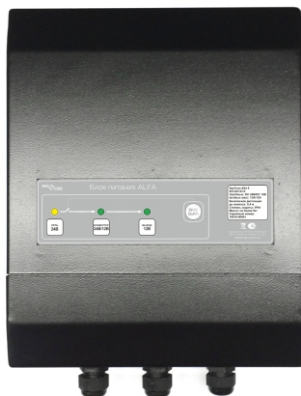
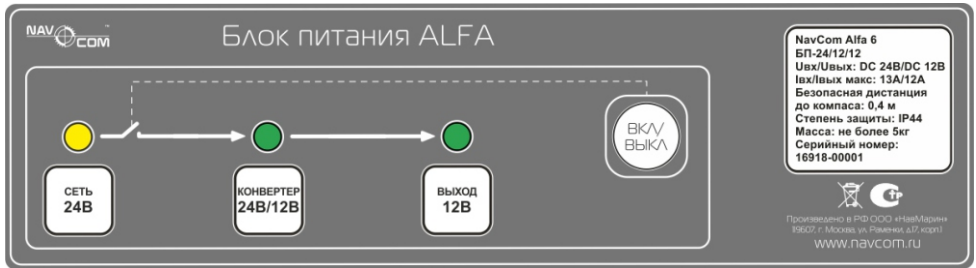

Рис.1 Внешний вид блока питания
Рис.2 Внешний вид панели управления
На верхней крышке БП находятся следующие элементы индикации и управления (см. рис.1, рис.2):
- на предварительно закреплённый кронштейн, входящий в комплект блока питания, установить корпус (смотри рис.2);